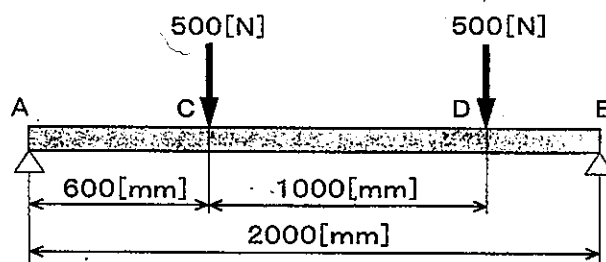

図1 単純支持ばり
- (1) 図1のような単純支持ばりについて、後の①～③の問いに答えよ。